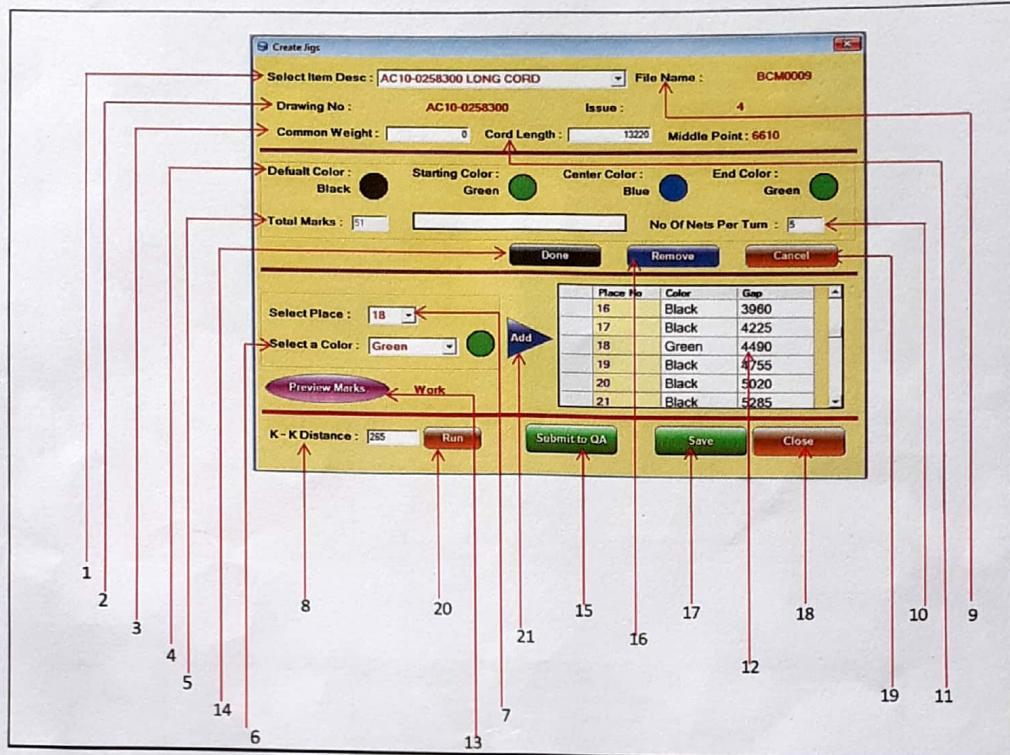

Figure 6: Create Jigs Menu & Function
- Figure 6: තිරයේ ඇති 'Select Item Desc' නම් Drop Down List එකෙන් Create කිරීමට අවශ්‍ය (ඉහත Item List එකට Add කරන ලද) Drawing Description එක තොරා ගන්න.